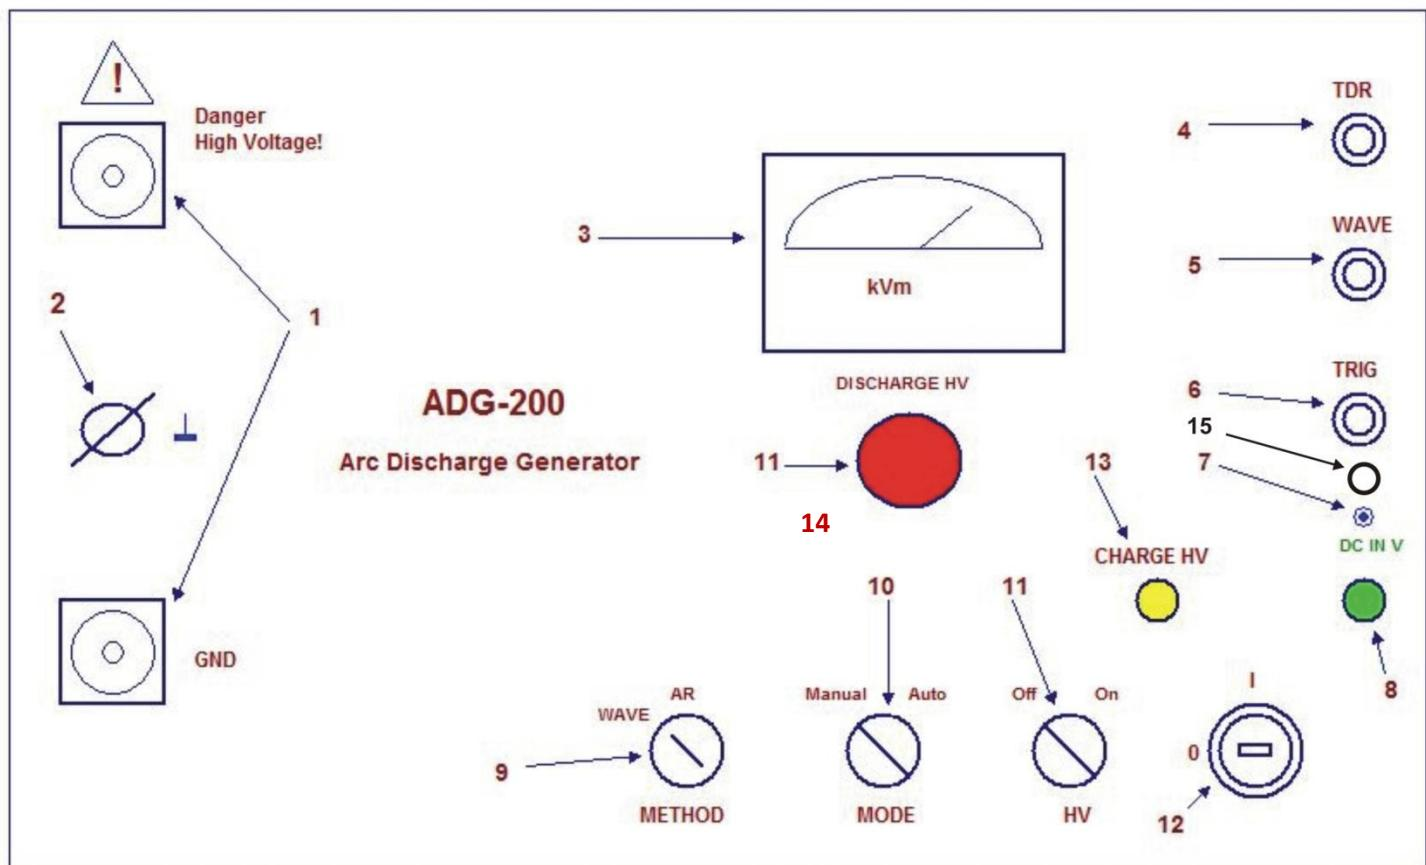

Рис. 1 Органы управления и индикации
Следующие органы управления и индикации представлены на **рис.1**:
- 5.6 Вставить штекеры высоковольтных соединительных кабелей в гнезда, обозначенные на рис.1 номером 1. При исследовании двух жил кабеля штекеры включаются произвольно, при исследовании пары «жила-броня» кабель, идущий к броне, следует подключить к гнезду **GND**, а второй кабель – ко второму (верхнему) гнезду.